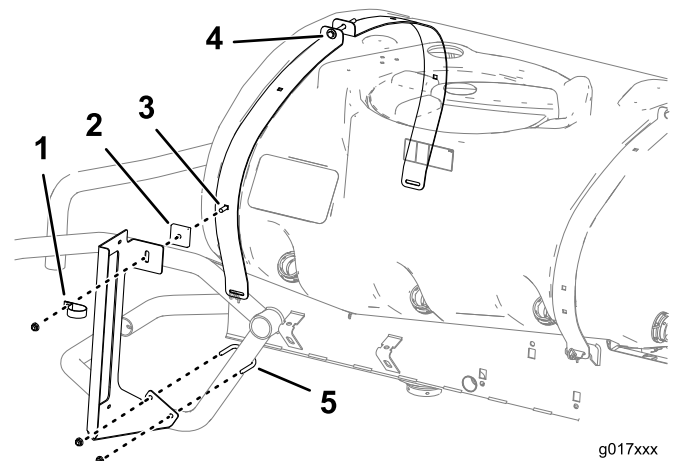

Figura 1
1. Allentate il bullone situato sopra la fascia di fissaggio (Figura 1).
2. Posizionate il bullone a testa tonda sulla fascia di fissaggio della cinghia del serbatoio dell'irroratrice (Figura 1).
3. Inserite il distanziale sul bullone e posizionate la staffa sul bullone come illustrato in Figura 1.
5. Posizionate il bullone a U sulla macchina come illustrato in Figura 1.